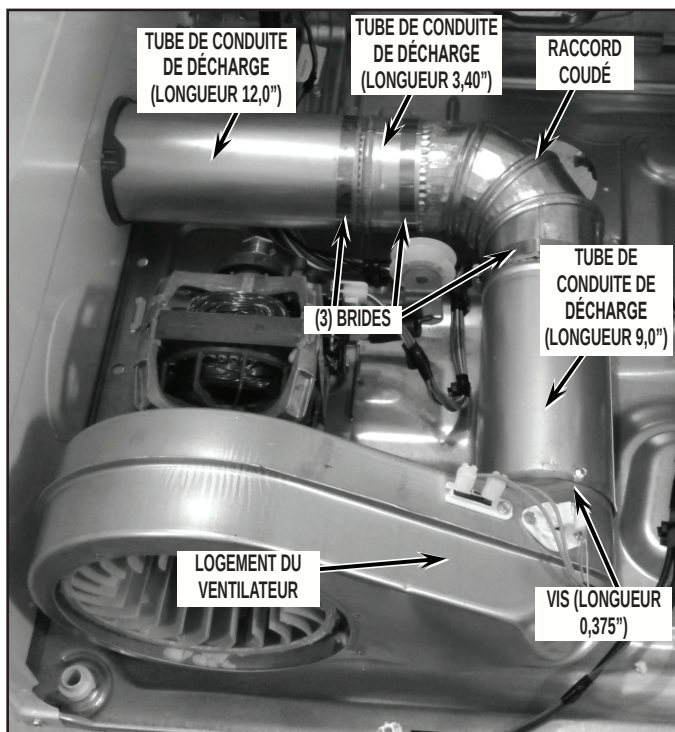
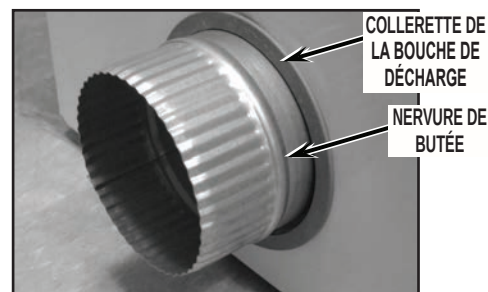

FIGURE 21
FIGURE 22
5. À l'aide des brides fournies dans l'ensemble, assembler les composants suivants - tubes de conduit de décharge (longueur 305 mm (12,0") et 86 mm (3,40")) et raccord coudé. Serrer légèrement chaque bride pour qu'elle retienne les composants; voir la *Figure 21*.
6. Insérer le sous-ensemble décrit à l'étape N°5 à travers l'ouverture qui était obturée par l'opercule d'obturation dans le panneau latéral du côté gauche, extrémité nervurée place vers l'extérieur; placer une bride sur le raccord coudé et raccorder l'extrémité du raccord coudé au tube de conduit de décharge (longueur 229 mm (9,0")) déjà présent à l'intérieur de la sècheuse, fixé au ventilateur; voir la *Figure 21*.
7. Depuis l'extérieur de la sècheuse, installer la collerette de la bouche de décharge (fournie avec l'ensemble) – enfiler la collerette sur le tube de conduit de décharge et provoquer la mise en place par emboîtement; voir la *Figure 22*.
8. Positionner correctement l'ensemble du circuit de décharge; veiller à ce que la nervure de butée sur le tube de conduit de décharge (longueur 305 mm (12,0")) soit à l'extérieur de la sècheuse; voir la *Figure 22*. Bien serrer chaque bride; voir la *Figure 21*.